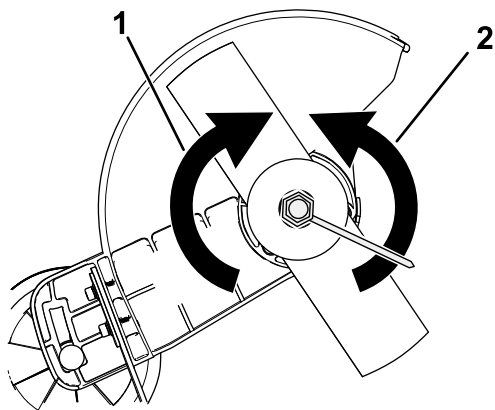

Figure 10
3. Retirez l'écrou de la lame en le tournant dans le sens antihoraire avec une clé (Figure 10).
6. Serrez l'écrou de la lame en le tournant dans le sens antihoraire avec une clé (Figure 10).